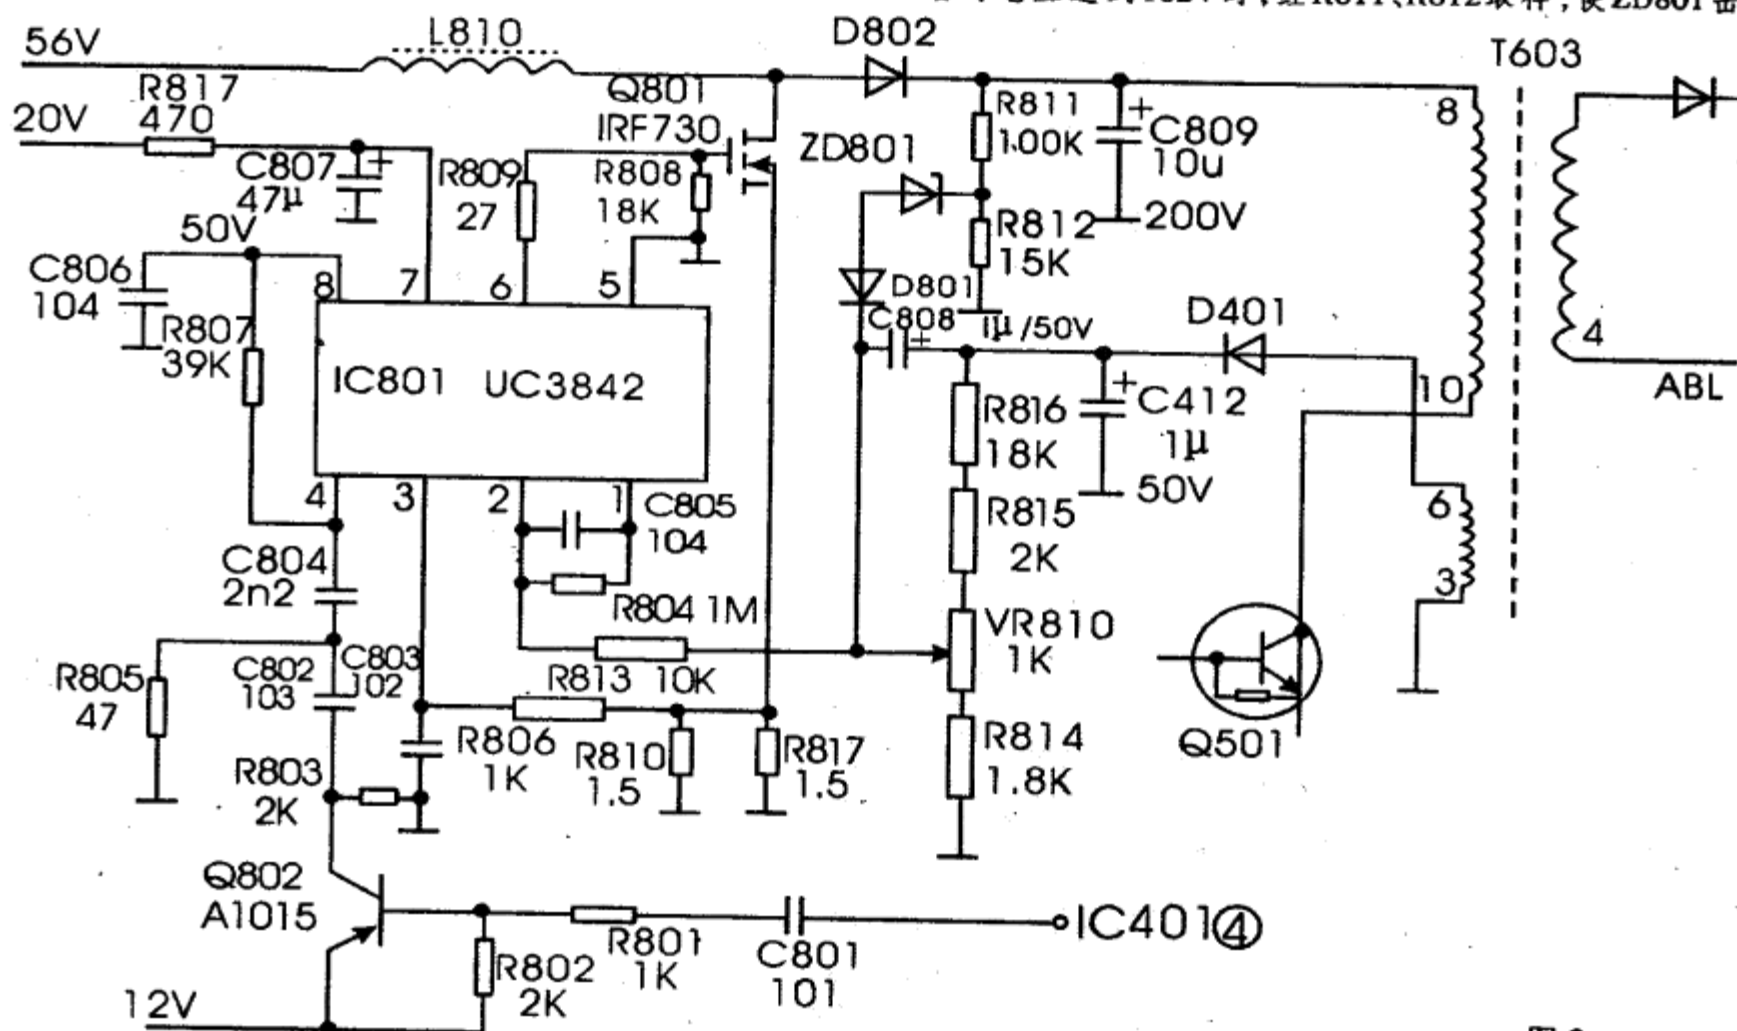

图2
副电源电路原理如图2所示。主要由IC801(UC3842)和电感L801等构成开关电源电路。其输出电压经行输出变压器初级绕组⑧~⑩端加到行输出管Q501的集电极, 为Q501的集电极供电。输出电压的高低受行输出变压器T603⑥~⑦绕组输出的行逆程脉冲电压控制, 从而在不同行频时, 为行输出管Q501提供不同的工作电压。实现多频扫描时保持图像幅度稳定。